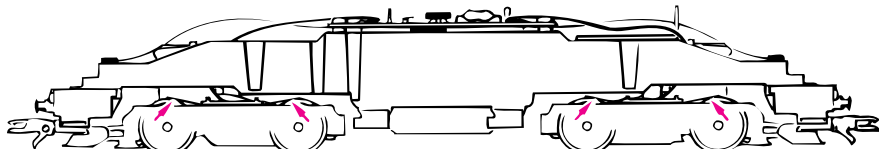

Fig. 8
**2. Schmierung:** Versehen Sie die im Schmierplan in Fig. 8 gekennzeichneten Stellen mit nur **kleinen Öltropfen**. Dazu zuerst das Lokgehäuse abnehmen (Fig. 3). Wir empfehlen den **ROCO-Öler** Art. Nr. **10906**. Zur Schmierung der Getriebeteile (Zahnräder, Schnecke) empfehlen wir das **Roco-Spezialfett 10905**. Im Falle der Schmierung diese Teile nicht ölen.
**2. Graissage:** N'appliquez **qu'une tout petite goutte** aux endroits indiqués par le plan de graissage (fig. 8) après avoir démonté la caisse du tender (fig. 3). Nous vous recommandons le **graisseur à huile ROCO réf. 10906**. Pour graisser les engrenages (roues dentées, vis sans fin) nous vous conseillons la **graisse spéciale Roco ref. 10905** pour engrenages en matières synthétiques. Lorsque vous utilisez cette graisse il faut éviter d'huiler ces composants.
**2. Lubrication:** Apply **tiny oil drops** to spots marked in fig. 8. Prior to lubrication dismantle locomotive (fig. 3). We recommend using item no. **10906, Roco oiler**. For lubrication the gear-parts (e.g. cog-wheels, worm) we would recommend our **Roco special grease** (item No. **10905**).